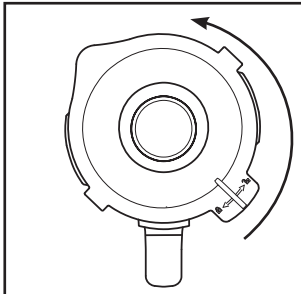
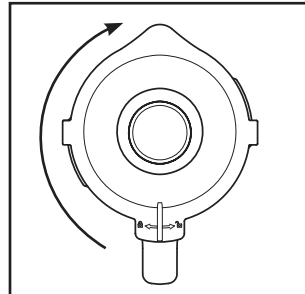

Fig. 1
Fig. 2
- 1) Scoateți recipientul de amestecare ③ drept, în sus din blocul motor ⑥.
- 2) Îndepărtați capacul ② rotindu-l în sens antiorar, în poziția  (a se vedea fig. 1), până când îl puteți ridica.
- 3) Umpleți recipientul de amestecare ③.
- 4) Apăsăți din nou capacul ② pe recipientul de amestecare ③. Închideți capacul ② rotindu-l în sens orar, în poziția , până când se blochează cu un sunet (a se vedea fig. 2). Aveți grijă ca gura de turnare de pe recipientul de amestecare ③ să fie închisă. Motorul poate porni numai după ce capacul ② este așezat fix.